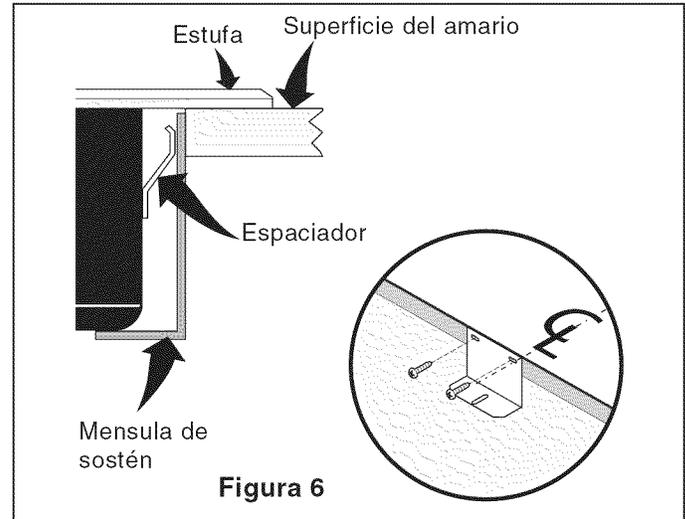

Figura 6
2. Instale las ménsulas de sostén. Ver Figura 6.
Las ménsulas de sostén **TIENEN QUE** instalarse, a satisfacción de los códigos locales o, en su ausencia, con el Código Eléctrico Nacional ANSI/NFPA No. 70--última edición (Figura 6).